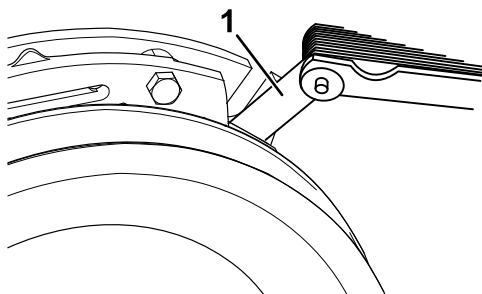
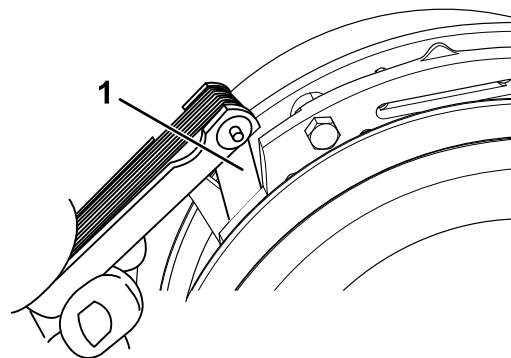

Figura 60
Figura 61
- E. Usando una galga de 0.254 mm (0.010"), compruebe la presencia de un espacio entre el rotor y la cara de la armadura en ambos lados del polo del freno, según se indica en Figura 60 y Figura 61.